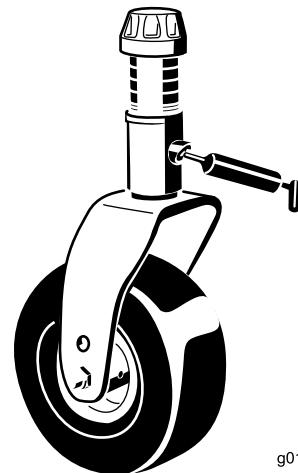

Рисунок 79
- Втулки валов вилок поворотных колес (2 шт.) (Рисунок 79)